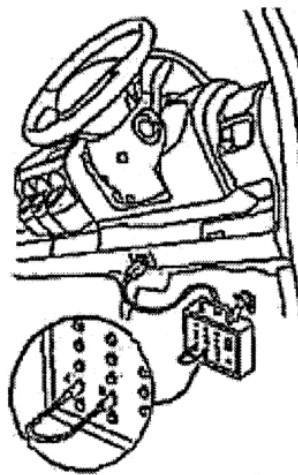

Рис. 9. Диагностический разъем
2. Для определения кода неисправности необходимо подключить тестер к диагностическому разъему и считать код (рис. 9).